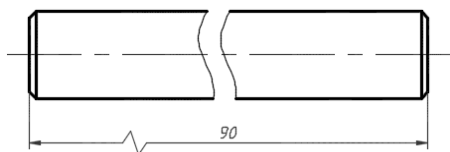

图 6-60 创建线性标注的折弯标注
3) 在命令行中输入“DIMJOGLINE”并按〈Enter〉键，或者在功能区“注释”选项卡的“标注”面板中单击“折弯标注”按钮，选择刚创建的水平线性尺寸作为要添加折弯的标注，接着在尺寸线上指定折弯位置，或者按〈Enter〉键。如果在“指定折弯位置（或按〈Enter〉键）：”提示下直接按〈Enter〉键，则默认将折弯放在标注文字和第一条尺寸界线之间的中点处，或基于标注文字位置的尺寸线的中点处。本例在“指定折弯位置（或按〈Enter〉键）：”提示下直接按〈Enter〉键，得到的折弯标注如图 6-60 所示。